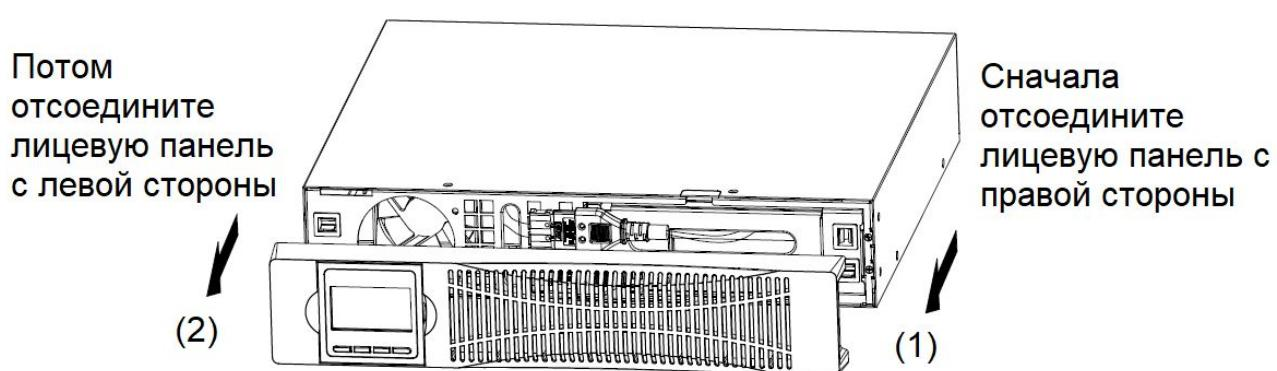

Рис. 11 — Снятие передней панели
- 1) Разъем встроенных аккумуляторов находится под декоративной передней (лицевой) панелью. Для ее снятия необходимо нажать и удерживать левую сторону панели рядом с ЖК-дисплеем, потянуть правую сторону на себя. После отсоединения правой части передней панели, отсоедините ее левую сторону (см. Рис.11).